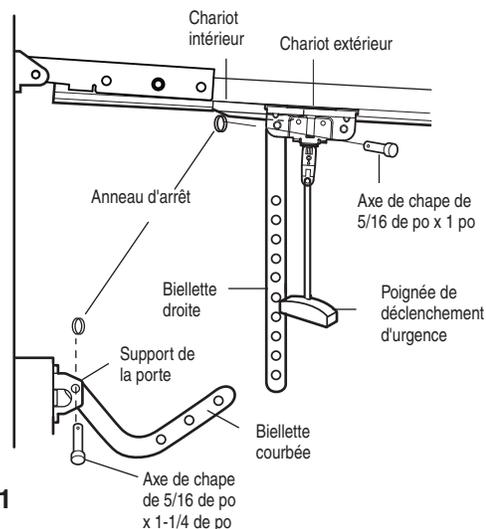

Figure 1
- Repérer et percer les trous de fixation gauche et droit de 5/16 de pouce. Fixer le support comme illustré à la Figure 1 si un renfort vertical a été utilisé.
- S'assurer que la porte du garage est complètement fermée. Tirer la poignée de déclenchement d'urgence pour détacher le chariot extérieur du chariot intérieur. Reculer le chariot extérieur (en l'éloignant de la porte) d'au moins 2 po (5 cm) (Figures 1, 2 et 3).
• Figure 1 :